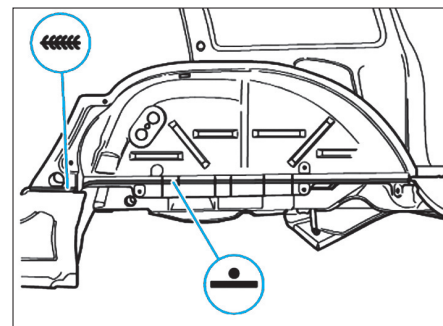

FIG. 62
- Souder le passage de roue à la pointeuse électrique (Fig.62).